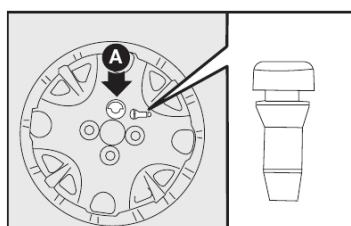

fig. 12
8) Colocar a calota cuidando para que o símbolo , na parte interna, fique em correspondência com a válvula. **A-fig. 12** passe pelo parafuso já fixado;